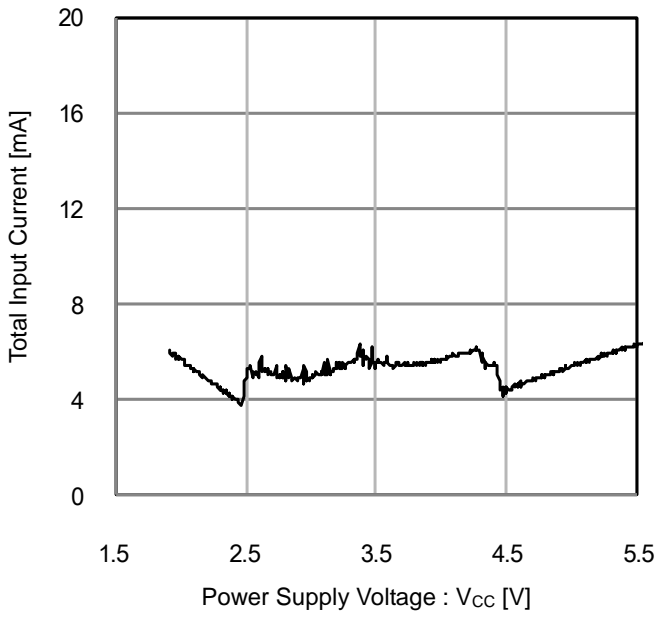
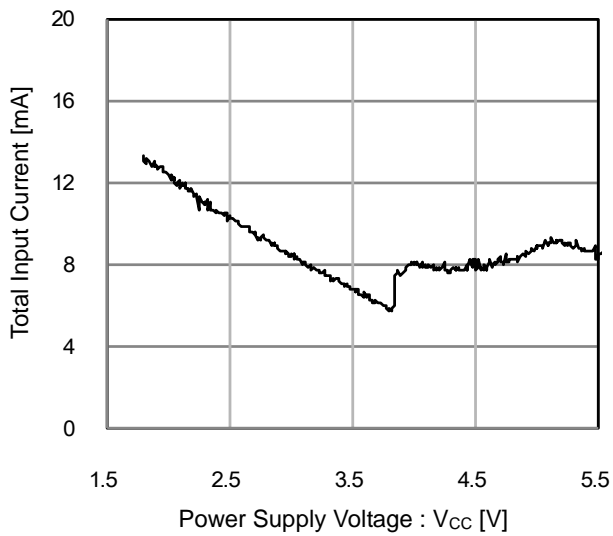

Figure 26. Total Input Current vs Power Supply Voltage (Output Current = 0mA)
Figure 35. Total Input Current vs Power Supply Voltage (Output Current = 0mA)
3.3V もしくは 5.0V 出力において DC/DC コンバータ動作時の回路電流総和については Figure 26 と Figure 35 を参照してください。